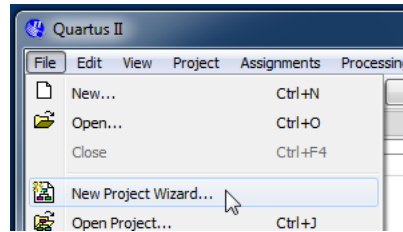

Figura 5: Acceso al asistente de creación de proyectos
1. En el menú “File” de *Quartus Prime* seleccione la entrada “New Project Wizard...” (vea la Figura 5).